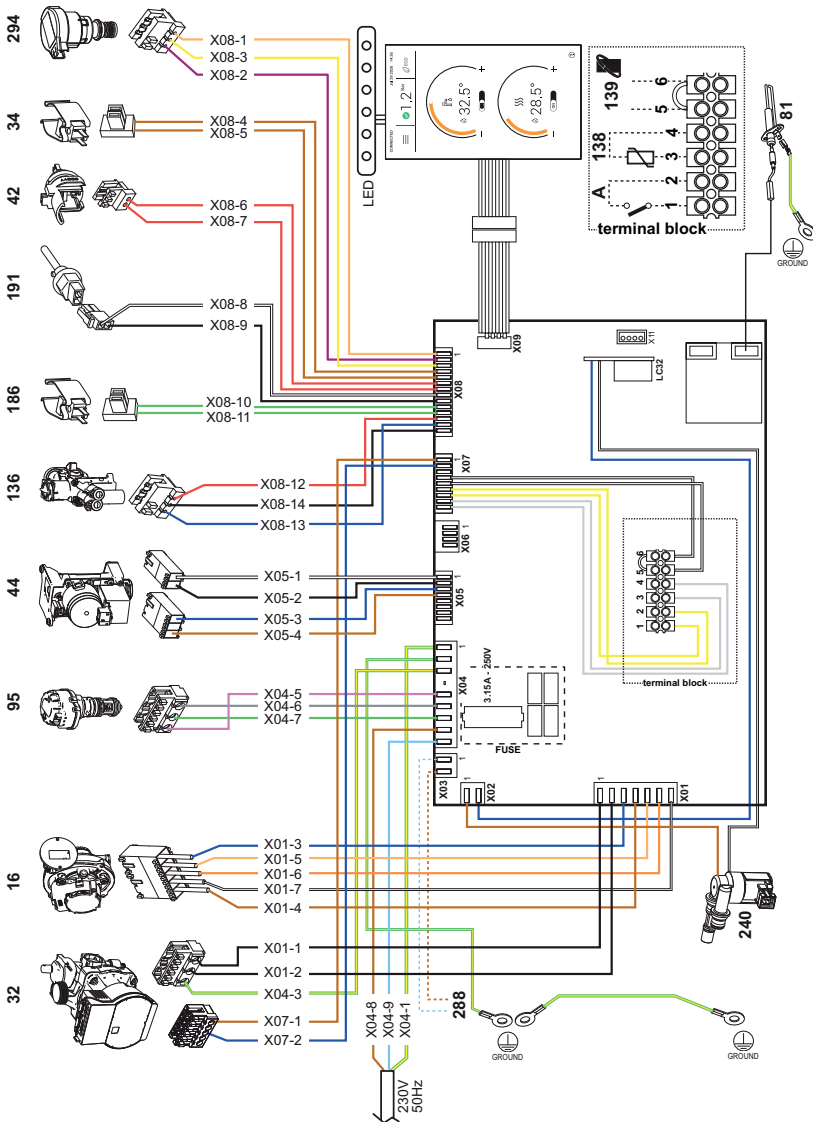

fig. 46- Schema electrică
4.6 Schemă electrică (fig. 46)